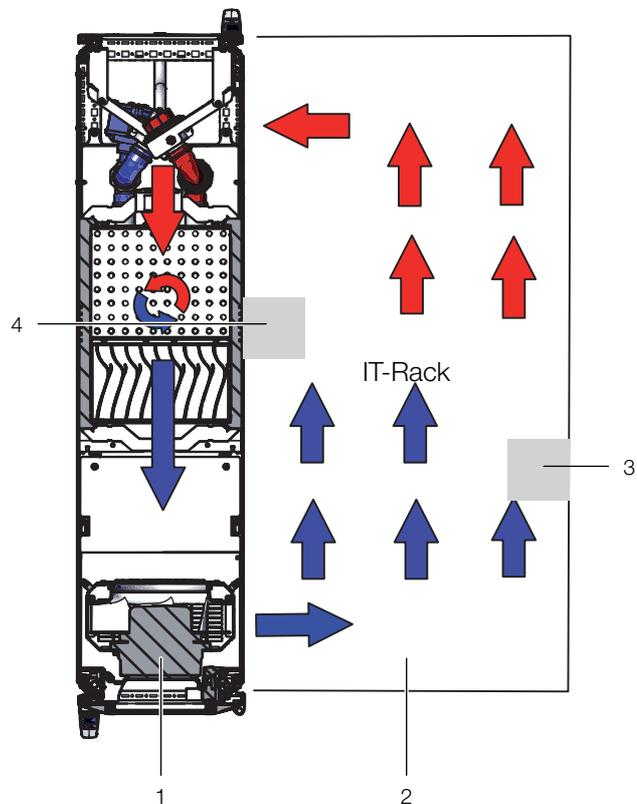

Abb. 29: Anordnung der Schaumstoffstreifen bei seitlich durchströmten Geräten (Draufsicht) – LCP Rack
- Sind im Serverschrank mehrere seitlich durchströmte Geräte eingebaut, schneiden Sie entsprechend mehrere Stücke aus dem Schaumstoffstreifen heraus, so dass sich schließlich auf der Höhe jedes seitlich durchströmten Geräts links oder rechts am Serverrack eine Aussparung im Schaumstoffstreifen befindet. Achten Sie darauf, dass sich auf der Warmluftseite der Geräte keine Aussparungen befinden (Abb. 29, Pos. 3).
- Befestigen Sie diese Schaumstoffstreifen nach hinten versetzt auf der Kaltluftseite der Geräte (Abb. 29, Pos. 4). Achten Sie darauf, die Streifen so anzubringen, dass alle in den Geräten verbauten Lüfter Kaltluft ansaugen können bzw. dass keiner der Lüfter verschlossen wird.
Die Schaumstoffstreifen können zwischen der vorderen und hinteren Stütze des Serverracks über die gesamte Tiefe an den seitlich durchströmten Geräten angebracht werden (Abb. 29).